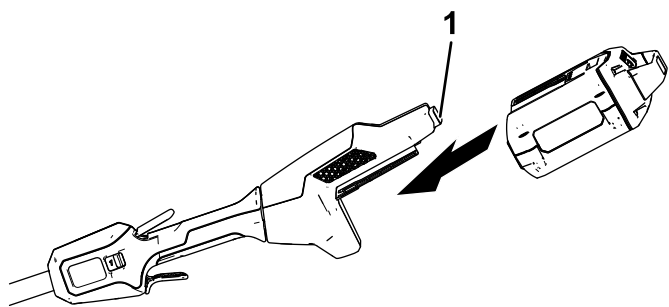

Bild 8
2. Fluchten Sie das Loch im Akkupack mit der Zunge im Griffgehäuse aus (Bild 8).
3. Schieben Sie das Akkupack in den Griff, bis das Akkupack einrastet (Bild 8).